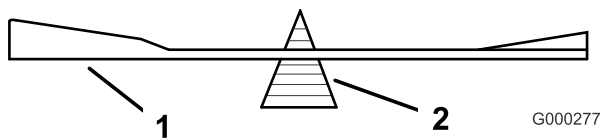

Figura 51
2. Verifique el equilibrio de la cuchilla colocándola sobre un equilibrador de cuchillas (Figura 51). Si la cuchilla se mantiene horizontal, está equilibrada y puede utilizarse. Si la cuchilla no está equilibrada, rebaje algo del metal en la parte de la vela solamente (Figura 47). Repita este procedimiento hasta que la cuchilla esté equilibrada.